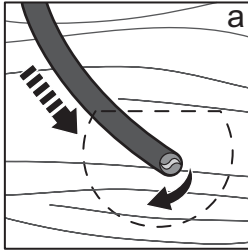
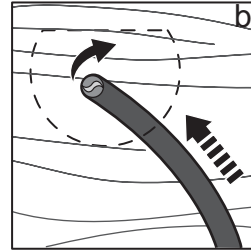

Fig. 22
Fig. 23
- > Tenga en cuenta cuando utilice este producto sin guía que tiene un giro a mano derecha cuando se mueve hacia el operador (Fig. 22) y tiene un giro a mano izquierda cuando se aleja del operador (Fig. 23).